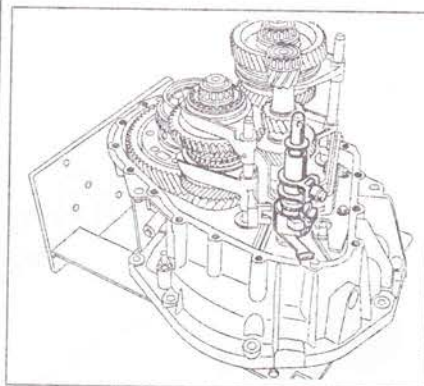

Рис. 5.43. Вращайте блок управления, отсоединив при этом пружину в верхней части втулки возврата, и извлеките блок, вытянув его вверх.
9. Вращайте блок управления, отсоединив при этом пружину в верхней части втулки возврата, и извлеките блок, вытянув его вверх (рис. 5.43).